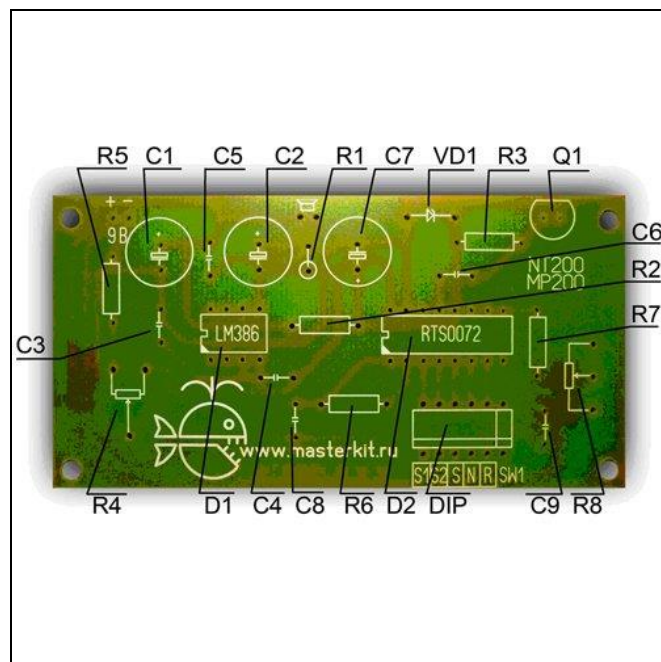
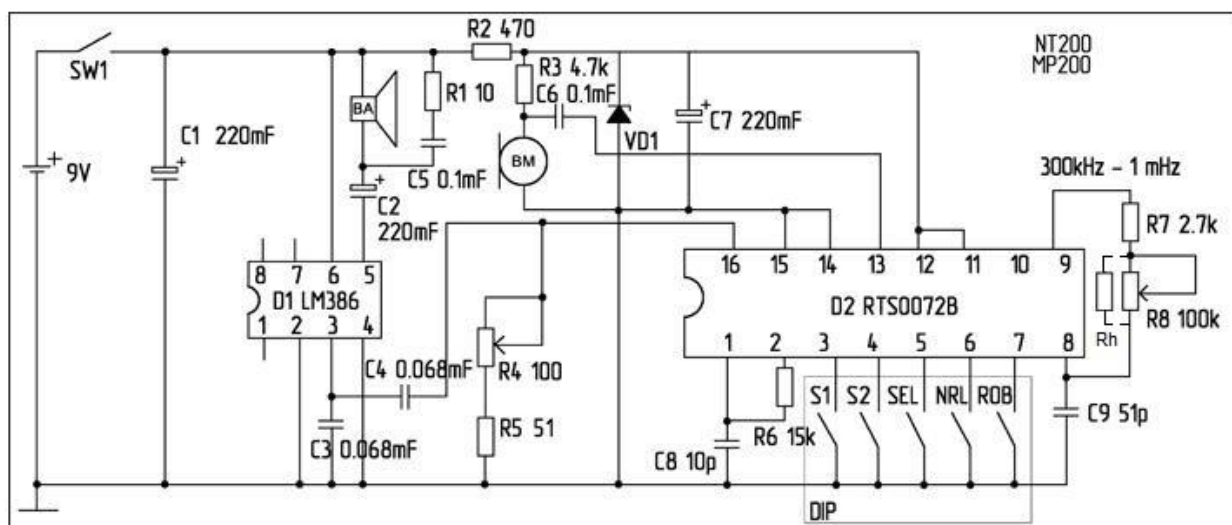

Рис.3 Схема монтажа
Рис. 2. Схема электрическая принципиальная
3. Установите все детали согласно схеме монтажа на Рис.3. Номиналы деталей указаны на принципиальной схеме Рис.2